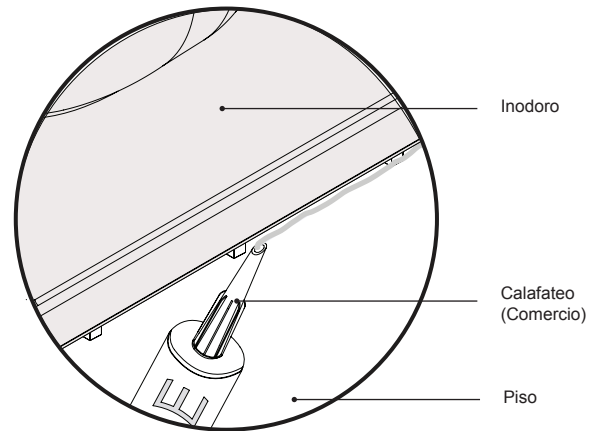

Figura 14
- 5 Selle el espacio entre el suelo y el inodoro con masilla de silicona. Deje curar por 24 horas antes de ir al baño (Figura 14).